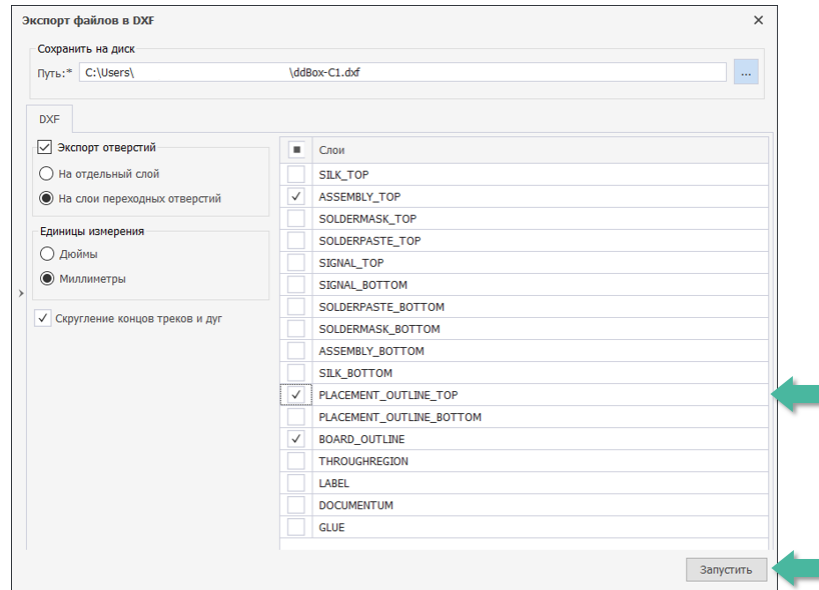

Рис. 83 Выбор слоев для экспорта в формате DXF
3. Заполнить при экспорте настройки для слоев, расположенные в правой части окна. Напротив необходимого слоя для экспорта → установить флаг, см. Рис. 83.